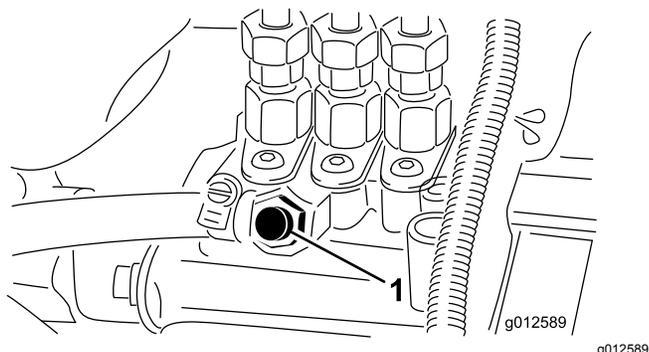

Figure 28
5. Desserrez la vis de purge sur la pompe d'injection (Figure 28).